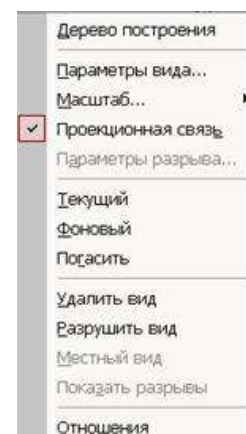

Рис. 32 Контекстное меню редактирования вида
2. Щелкнуть правой клавишей мыши внутри габаритной рамки для вызова контекстного меню (рис.32).
3. С помощью кнопки  Местный вид на странице Ассоциативные виды (рис.34) строим местный вид, для которого можно выбрать свой масштаб, например, 2:1 с помощью контекстного меню редактирования вида (рис.32), которое вызывается щелчком правой кнопкой мыши на выделенном виде. При изменении масштаба следует изменить обозначение местного вида: А (2:1).